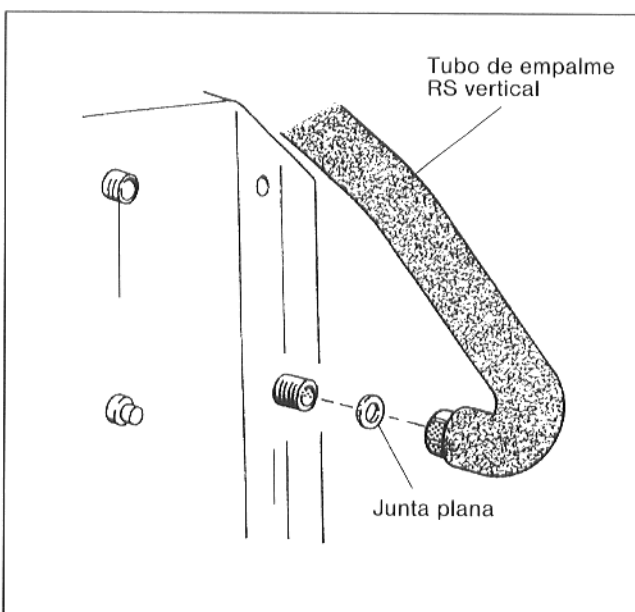

Fig. 7
- Colocar la junta plana en la tuerca de racor en la rama corta del tubo de empalme RS vertical acodado y enroscar el tubo con el empalme del acumulador del lado de retorno (fig. 7).